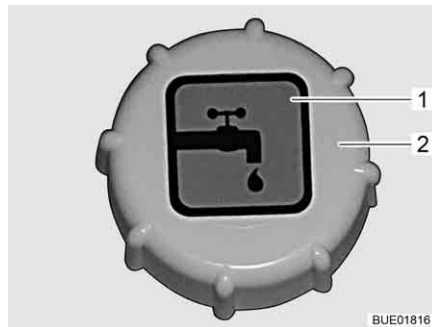

Fig. 219 Couvercle de fermeture pour bec de remplissage d'eau potable
Le bec de remplissage d'eau potable est désigné par le symbole "☰" (Fig. 219,1).
- Tourner le couvercle de fermeture (Fig. 219,2) dans le sens inverse des aiguilles d'une montre et le retirer.